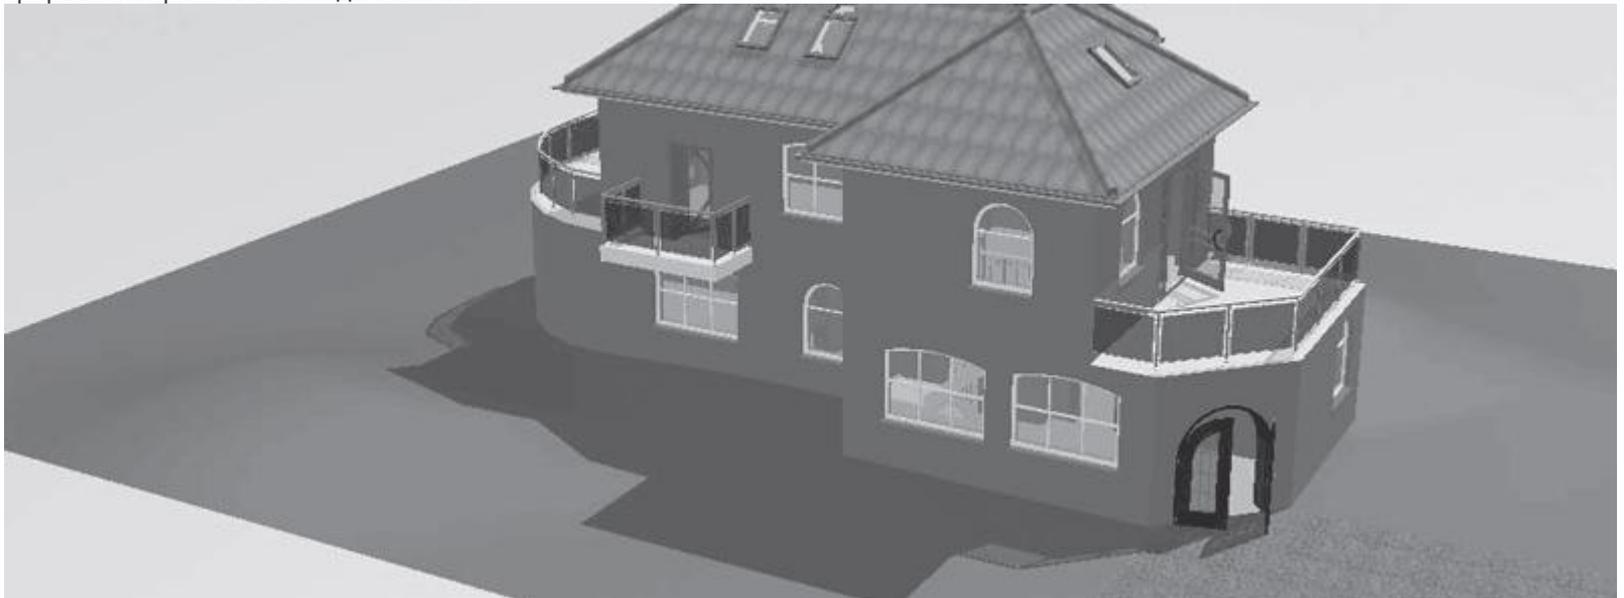

Рис. 4.66. Создание холма на местности вокруг дома
5. Воспользуйтесь кнопкой ОК для завершения построения холма (рис. 4.66), после чего нажмите клавишу Esc для прерывания работы команды Холмы.